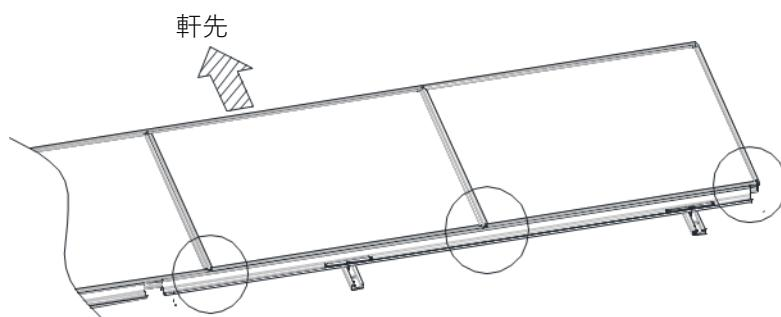

図 3-8. YS III 工法 モジュール固定手順
※複数列にまたがる横桟を施工する場合は、モジュール端部（図 3-8 の○指示部）付近で、②の作業を行ってください。隣り合うモジュール同士の高さが合っている状態で横桟の爪をはめ込んでください。